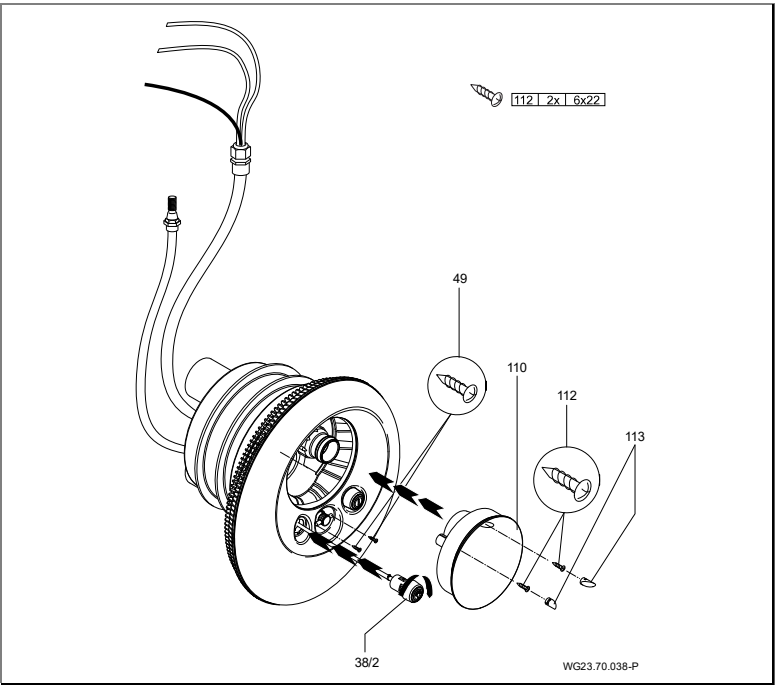

Abb. 19
8. Edelstahlblende (93) am Ansauggehäuse (107) ansetzen und mit den beiden Schrauben (49) am Düsengehäuse befestigen. Beide Pneumatiktaster durch die Blende in das Düsengehäuse stecken und durch Drehen im Uhrzeigersinn verriegeln. (Abb. 19)
9. Durch das Befestigen der Lichtabdeckung (110) wird die Edelstahlblende (93) zusätzlich fixiert. Dazu die Lichtabdeckung (110) über die Kugeldüse (54) in das Düsengehäuse (102.1) stecken und mit den beiden Schrauben (112) befestigen. (Abb. 19)